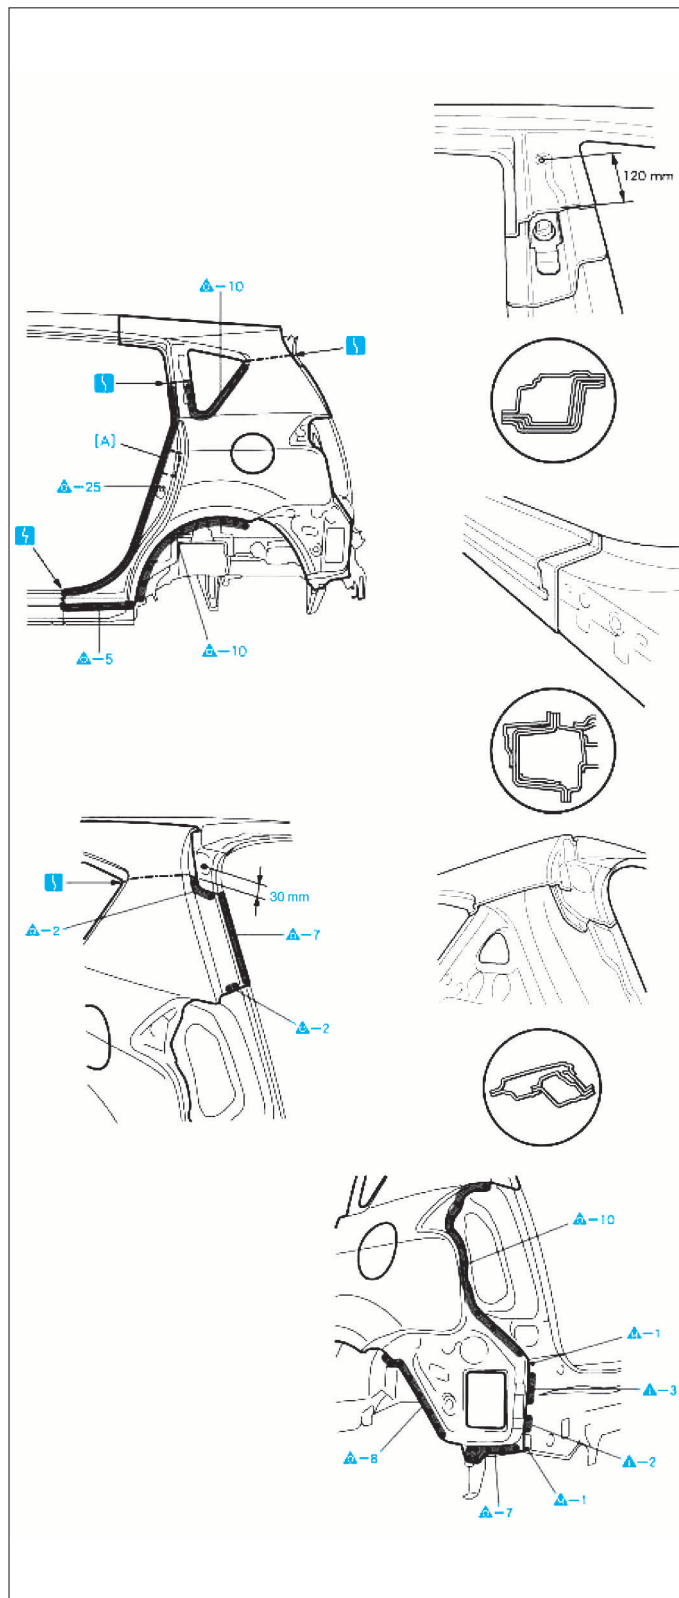

FIG. 25
- Couper l'aile AR aux endroits indiqués tout en respectant les distances de coupe (Fig.25).
À la repose, appliquer du produit adhésif sur la zone (*1) du renfort d'embase de aile arrière (A) (Fig.25)